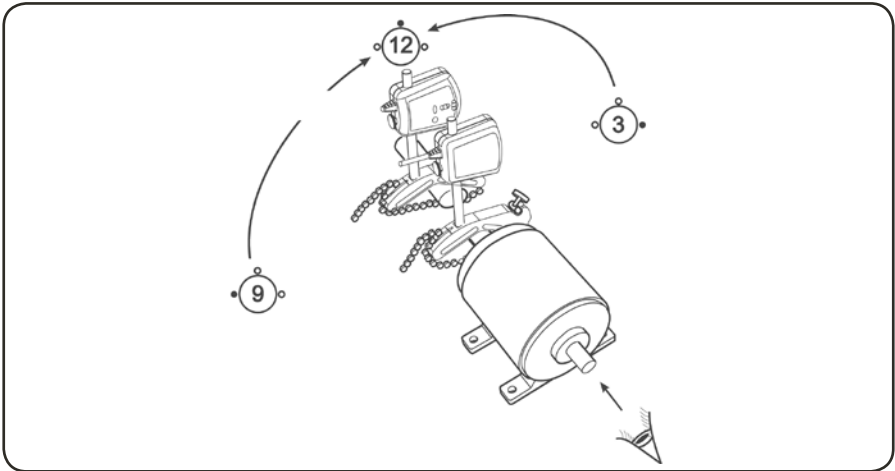

图10. 12点钟的位置
a) 将两个测量单元转到12点钟的位置，利用水平仪的指示。（见图10）。